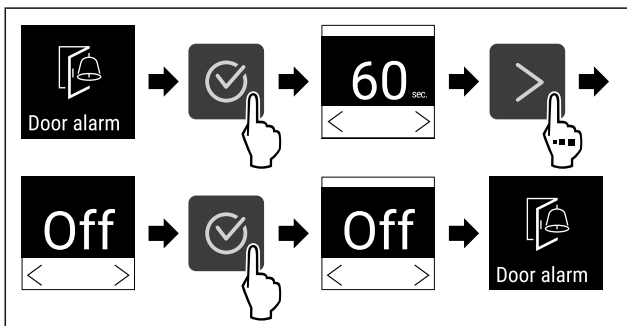

Fig. 106
- ▶ Kryeni hapat e veprimit (shihni Fig. 106) .